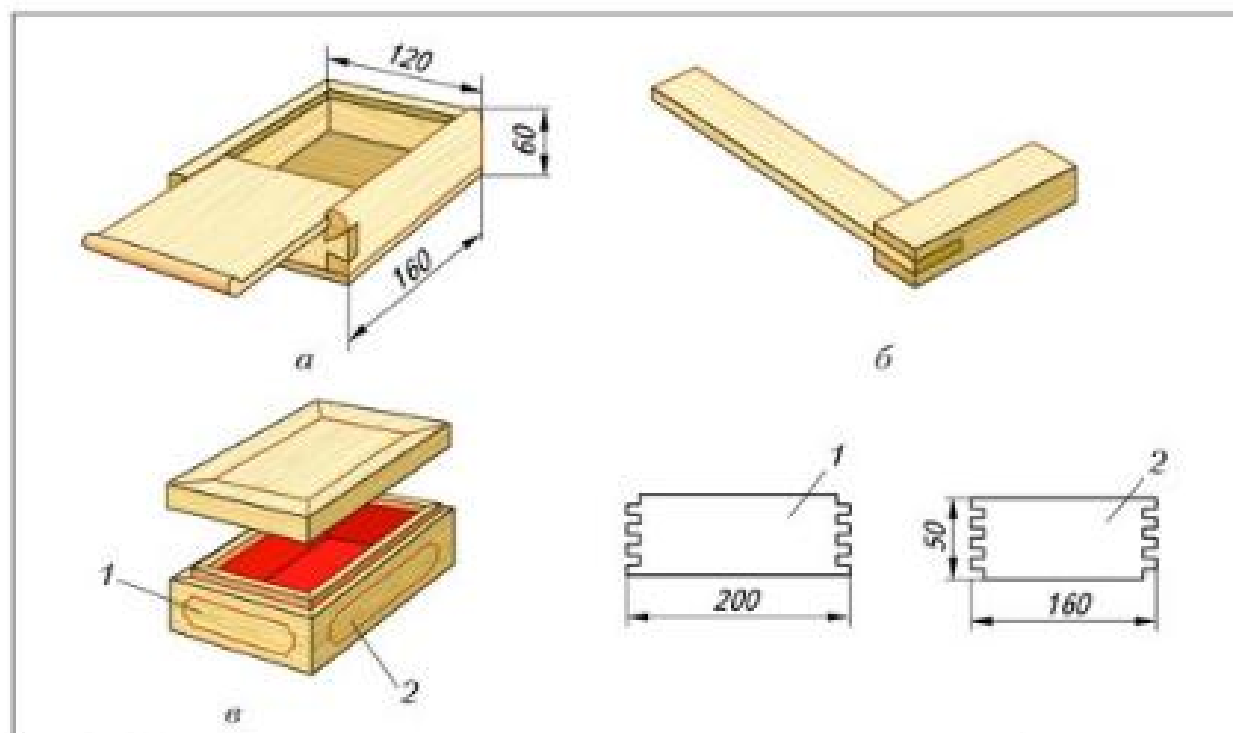

Рис. 21. Изделия из древесины с шиповыми соединениями: а – коробка для мелких деталей; б – угольник; в – шкатулка; 1, 2 – боковые стенки
1. Подготовьте бруски для деревянной рамки, изготовленные на практической работе № 7, или заготовки коробки (рис. 21, а), угольника (рис. 21, б), шкатулки (рис. 21, в), аптечки (см. Приложение, рис. 119), заготовки для своего проектного задания, где для изготовления изделия применяется шиповое соединение брусков.